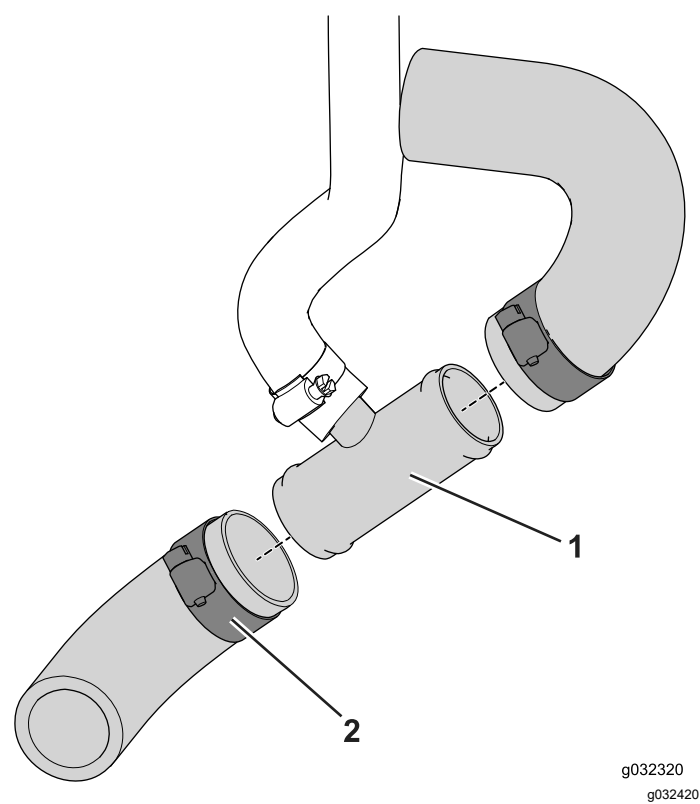

Figura 13
3. Coloque los extremos cortados en el acoplamiento en T y sujételos con abrazaderas ($\frac{3}{4}$ " a $1\frac{1}{2}$ "), como se muestra en la Figura 13.